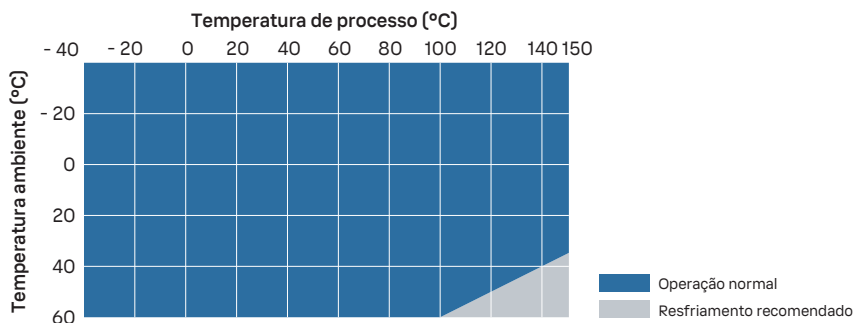

Figura 32 Temperatura do processo e resfriamento recomendado
- Use resfriamento adicional de acordo com a Figura 32 \(página 163\). Observe que os valores na figura são indicativos. O resfriamento necessário depende do local de instalação e do ambiente.